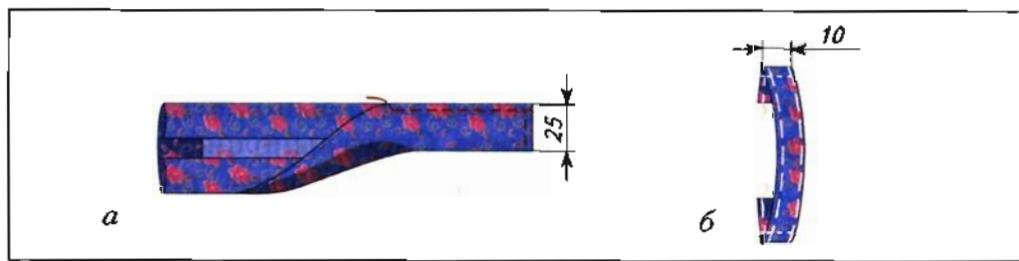

Рис. 53. Обработка пояса-завязки и шлевки
4. Сметайте и проложите машинную строчку в край по трем сторонам, выполняя машинные закрепки. Удалите ручные стежки (рис. 53, а).
Если вы хотите носить вашу юбку с ремешком, пришейте к поясу шлевки (рис. 53, б).